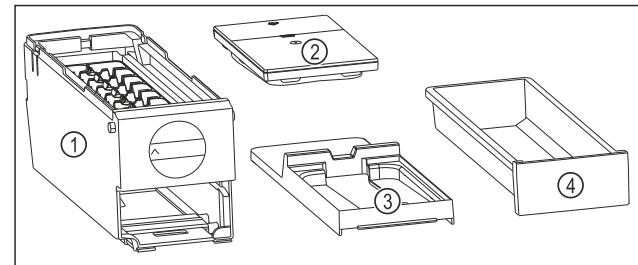

Fig. 84 Составные части EasyTwist-Ice
- Разбирайте EasyTwist-Ice только на составные части, представленные на рисунке. (см. Fig. 84)
- Очищайте корпус EasyTwist-Ice Fig. 84 (1) как цельное устройство.
- ▷ EasyTwist-Ice разобран на четыре части. (см. Fig. 84)